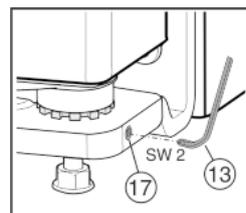

Fig. 17
- Svitare la vite di fermo Fig. 17 (17) di un pezzo (al massimo un giro!).
- Fissare di nuovo la vite di fermo Fig. 17 (17), per fissare il perno di supporto.